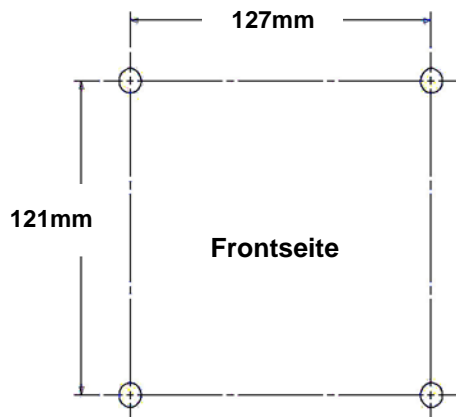
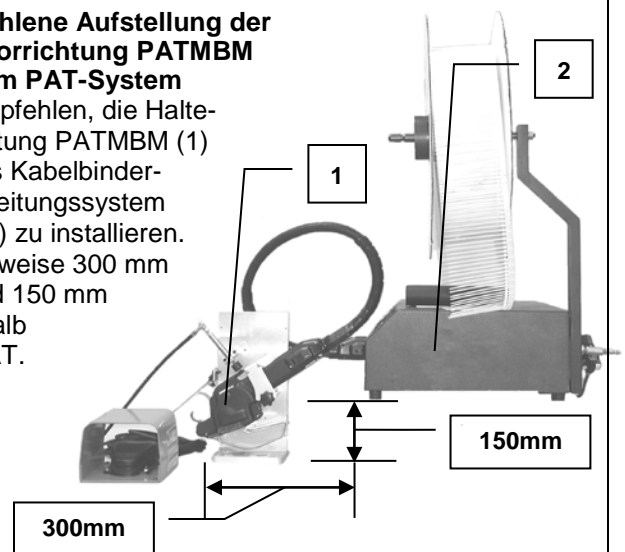

Bild 2: Abmessungen für die Montage der Haltevorrichtung PATMBM
Bild 3: Empfohlene Aufstellung der Haltevorrichtung PATMBM mit dem PAT-System
Montage Befestigen Sie die Grundplatte (1) gemäß Bild 2 auf dem Arbeitstisch. Wir empfehlen, die Haltevorrichtung PATMBM in Verbindung mit das PAT-System so aufzustellen, wie es in Bild 3 dargestellt ist.